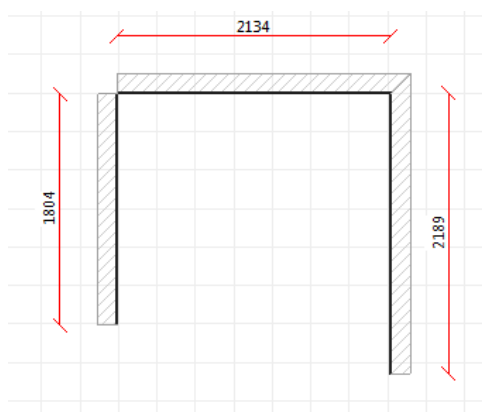

Figura 6.1: Stacca parete
- ✧ Stacca all'inizio, Stacca alla fine: consente di staccare la parete da eventuali altre collegate, figura 6.1;